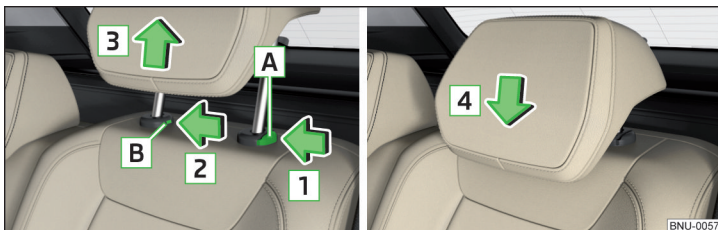

Fig. 98 Scoaterea/introducerea tetierei din spate
- ▶ Mențineți butonul de siguranță **A** în sensul săgeții **1**, în același timp (cu o șurubelniță plată cu lățimea de maxim 5 mm), apăsați butonul de siguranță în deschiderea **B** în sensul săgeții **2** și scoateți tetiera în sensul săgeții **3** » fig. 98.
La scaunele VarioFlex, tetiera extrasă din spătarul scaunului din mijloc poate fi demontată numai dacă se menține apăsată tasta de siguranță **A** » fig. 98.